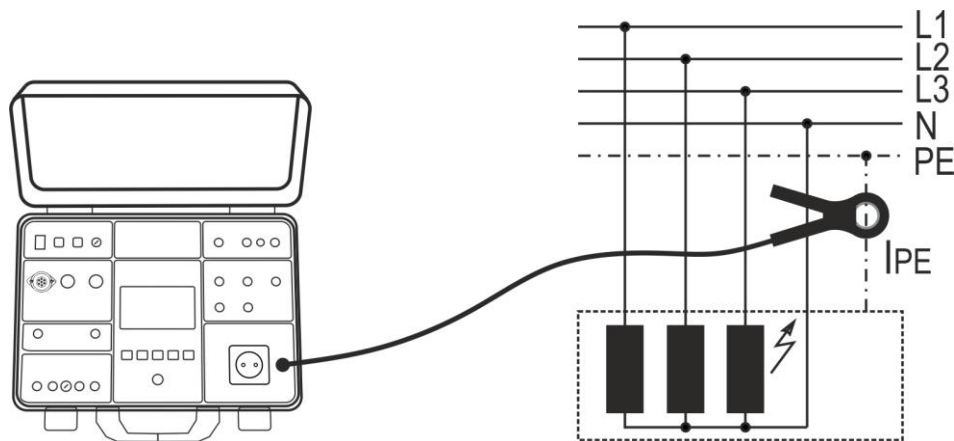

Fig. 72: Collegamento della pinza di corrente nella misura ILEAK
7. Collegare la pinza di corrente al circuito in prova come mostrato nella Fig. 72